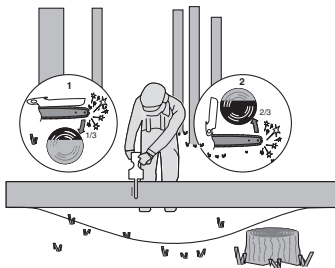

Bild 4
När stocken stöttas i båda ändarna, så som visas på bild 4, såga 1/3 diameter från ovasidan (kapning från ovasidan) (1). Gör sen den avslutande kapningen genom kapning från undersidan, från de undre 2/3 (2), för att möta den första sågningen.